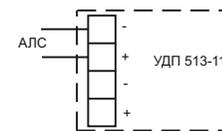

Рисунок 3
6.10 Подключить провода АЛС к клеммным соединителям (положительный провод АЛС – клеммным соединителям с маркировкой «+», отрицательный – к клеммным соединителям с маркировкой «-») (Рисунок 3). УДП подключается к прибору при помощи двухпроводной АЛС с номинальным сечением проводов от 0,35 до 1,5 мм2.